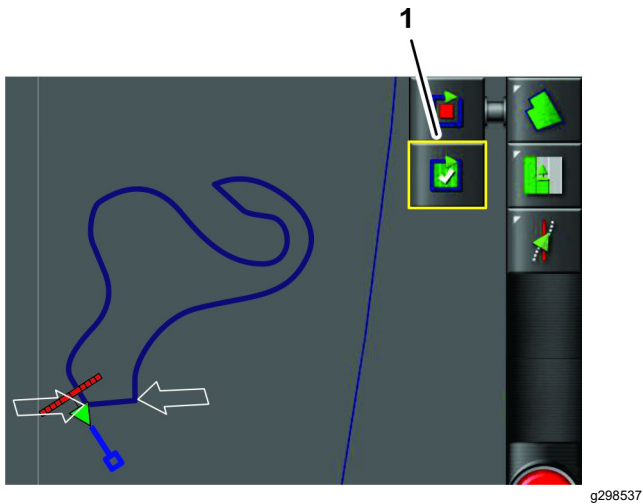

Figura 45
2. Pulse el icono COMPLETAR REGISTRO DEL PERÍMETRO DE PARCELA (Figura 45).